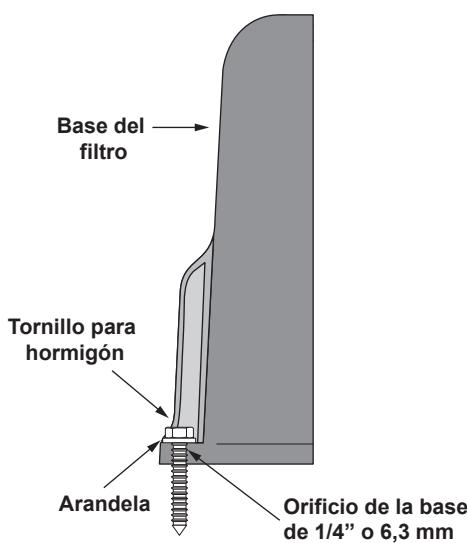

Figura 3. Instalación de los tornillos para hormigón
1. Despues de colocar el filtro, perfore un orificio en cada uno de los cuatro (4) orificios de la base del filtro. (Debe obtenerse una broca para hormigón del tamaño correcto cuando se adquieran los tornillos para hormigón). Los tornillos para hormigón deben satisfacer todos y cada uno de los requisitos de los códigos de construcción aplicables.
2. Instale los tornillos y las arandelas para fijar el filtro en la base del equipo. Consulte la Figura 3. No apriete los tornillos en exceso.